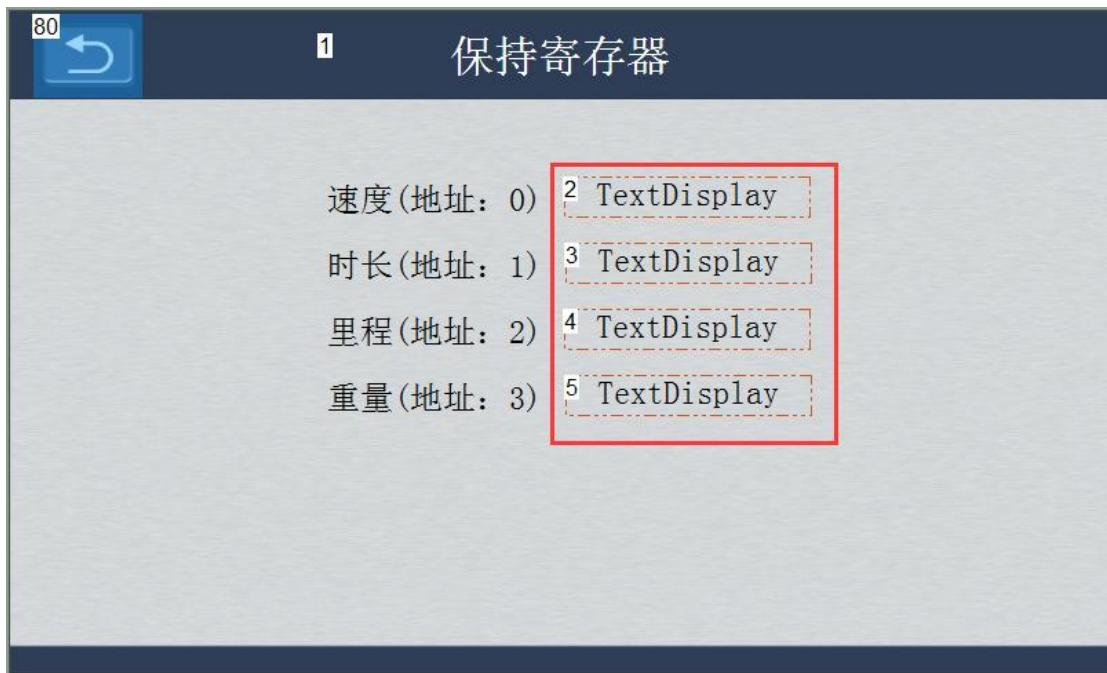

图 4-13 保持寄存器
2、画面中添加一个文本控件（ID：2），如图 4-13 所示，设置文本控件的属性，设置关联变量“速度”，如图 4-15 所示；